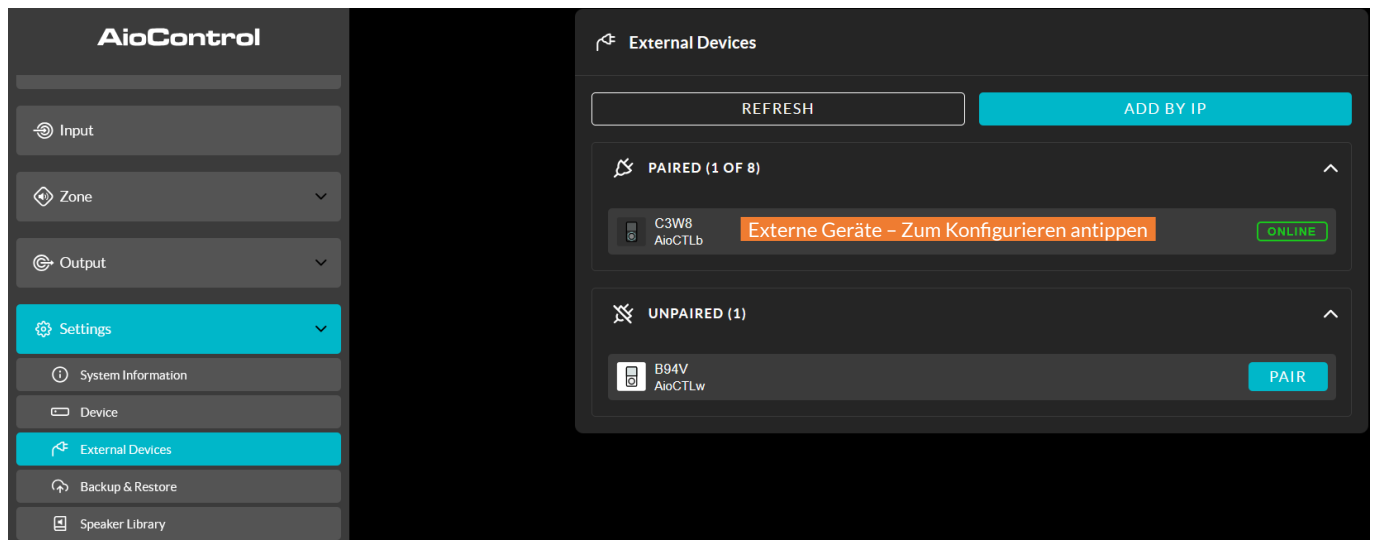

Abbildung 5M: Der Bildschirm „External Devices“
- Über das Menü „**External Devices**“ können die Bedienfelder mit einem Verstärker gekoppelt und konfiguriert werden. Je nach Produkt, Installation und Konfiguration kann jedes Gerät eine oder mehrere Verstärkerzonen fernsteuern. Abbildung 5M zeigt die Ansicht des Menüs „**External Devices**“.